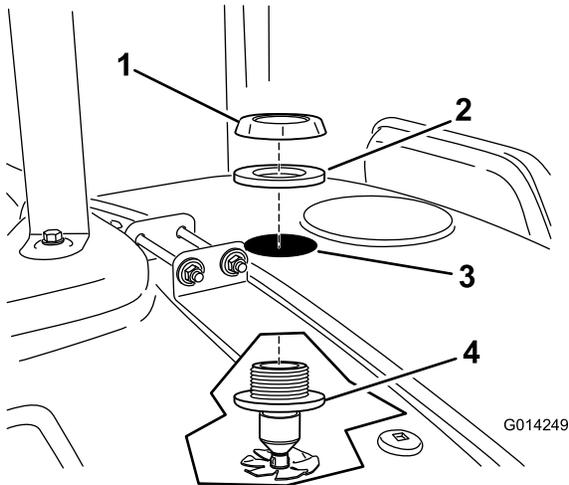

Figura 17
7. Montate il gruppo ugello dall'interno infilandolo attraverso il foro praticato (Figura 17).
8. Montate la guarnizione e il dado flangiato in plastica sui filetti che sporgono dal diaframma sopra il serbatoio (Figura 17). Accertatevi che la guarnizione sia posizionata correttamente tra il dado in plastica e la superficie del serbatoio.